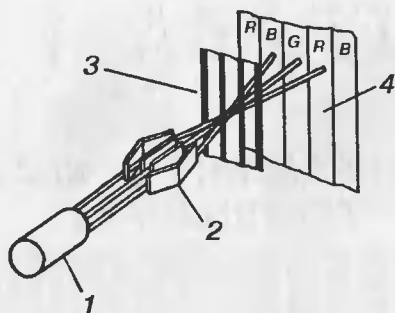

Рис. 1.1. Принцип действия тринитрона
Большое внимание при разработке телевизоров уделяется кинескопам. Например, для телевизоров фирмы SONY характерно использование так называемых *тринитронов*, разработанных еще в 1968 году. Кинескоп типа «тринитрон» (рис. 1.1) отличается от традиционных кинескопов (планарных с щелевой маской) наличием всего одной пушки (1) с тремя катодами, электростатических пластин сведения (2) и теневой маски (3), выполненной в виде натянутых на прочный металлический каркас струн. Такая маска, называемая теневой решеткой, обеспечивает точное совмещение электронных лучей с люминофором. Она мало подвержена деформации при нагреве, что способствует уменьшению цветовых искажений, более прозрачна для потока электронов, в результате повышается яркость изображения.
Структура люминофорного экрана — 4 (см. рис. 1.1) не отличается от планарного кинескопа и представляет собой чередующиеся полосы люминофора красного, зеленого и синего цветов.